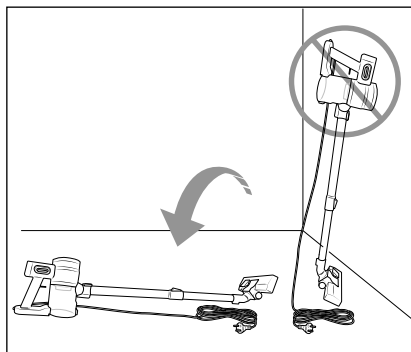

Fig. 4
- Prøv ikke på at stille støvsugeren oprejst, hvis du ind imellem slukker den eller vil stille den fra dig. Sæt støvsugeren i vægholderen **10**, eller læg den på gulvet (se fig. 4 og 5). Ellers kan støvsugeren vælte på grund af dens høje tyngdepunkt og blive beskadiget og i uheldige tilfælde ødelægge andre genstande.